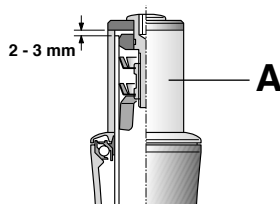

Fig. 3
• Per calcolare la lunghezza del canotto della forcella installate la serie sterzo seguendo le operazioni descritte di seguito, installate l'attacco manubrio (A - Fig.3). La forcella dovrà essere accorciata della parte eccedente l'attacco manubrio e di ulteriori 2-3 mm.
• To determine the length of the steerer tube of the fork, prepare the headset following the above-mentioned instructions. Mount the handlebar coupling (A - fig. 3); the fork length must be adjusted 2 to 3 mm less than the length of the handlebar coupling.
• Zur Berechnung der Gabelschaftlänge den Steuersatz gemäß den nachfolgend beschriebenen Vorgängen installieren und den Lenkervorbau (A - Abb. 3) montieren: Der Gabelschaft muss um die über den Lenkervorbau überstehende Länge plus 2–3 mm gekürzt werden.
• Pour calculer la longueur du pivot de la fourche, monter le jeu de direction en suivant les opérations décrites ci-après. Monter la potence (A - Fig. 3). La fourche devra être raccourcie en coupant toute la partie dépassant la potence, plus 2-3 mm supplémentaires.
• Para calcular la longitud del tubo de la horquilla, montar el juego de dirección según las operaciones descritas a continuación, instalar la unión del manillar (A - Fig. 3). Hay que acortar la horquilla que excede la unión del manillar, más otros 2-3 mm.
• Om de lengte te bepalen van de voorvorkbuis, monteert u de Hiddenset volgens onderstaande instructies en monteert u de stuurpen (A - fig. 3). Meet de lengte die uit de stuurpen steekt en verhoog deze maat met 2-3 mm. Kort de buis in met de lengte die dan overblijft.